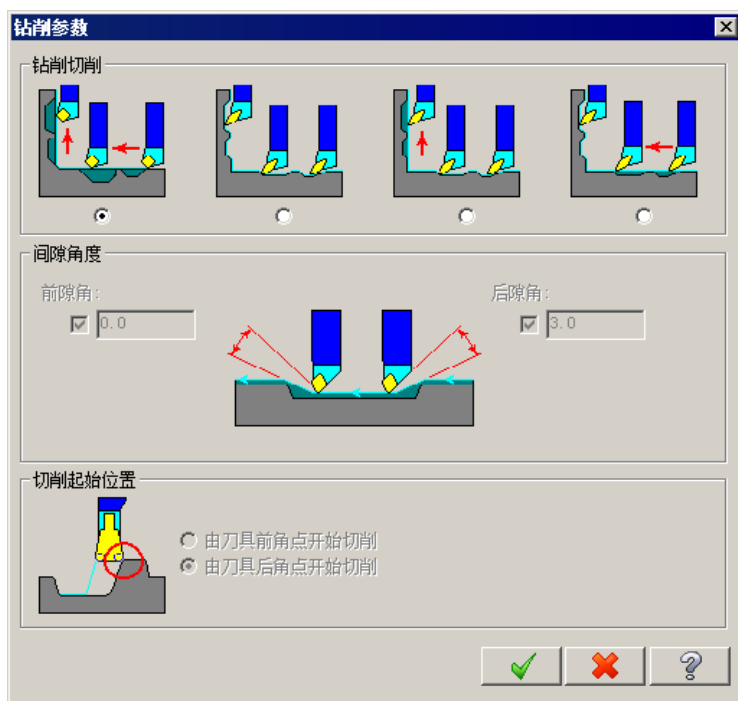

图 8.2.16 “钻削参数”对话框
- **钻削参数 (P)...** 按钮：单击此按钮，系统弹出图 8.2.16 所示的“钻削参数”对话框，用户可以通过此对话框对进刀的切削参数进行设置。